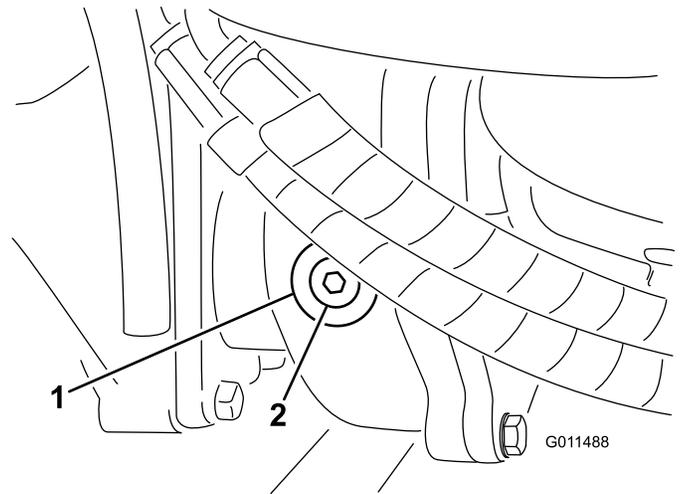

Figura 93
- Togliete il tappo di controllo/riempimento dal lato sinistro del riduttore e verificate che il lubrificante raggiunga la base del foro (Figura 93).